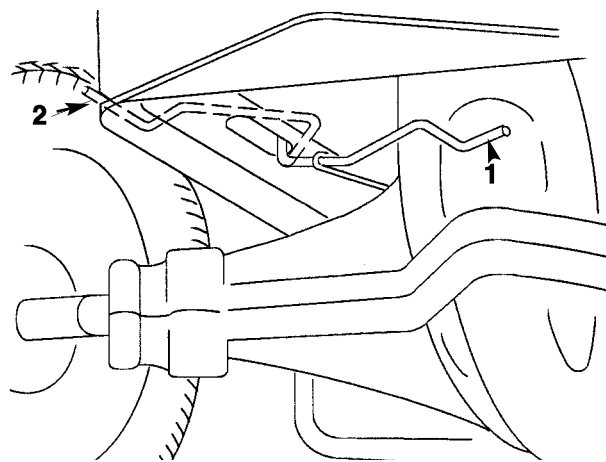

Fig. 11
2. Spostare il cavo di comando della trasmissione in posizione di spinta "PUSH". La trasmissione viene così disinnestata, e le ruote possono girare liberamente (Fig. 11).
1. Spostare il cavo di comando della trasmissione in posizione di servizio "Operate"; la trasmissione è ora innestata (Fig. 11).